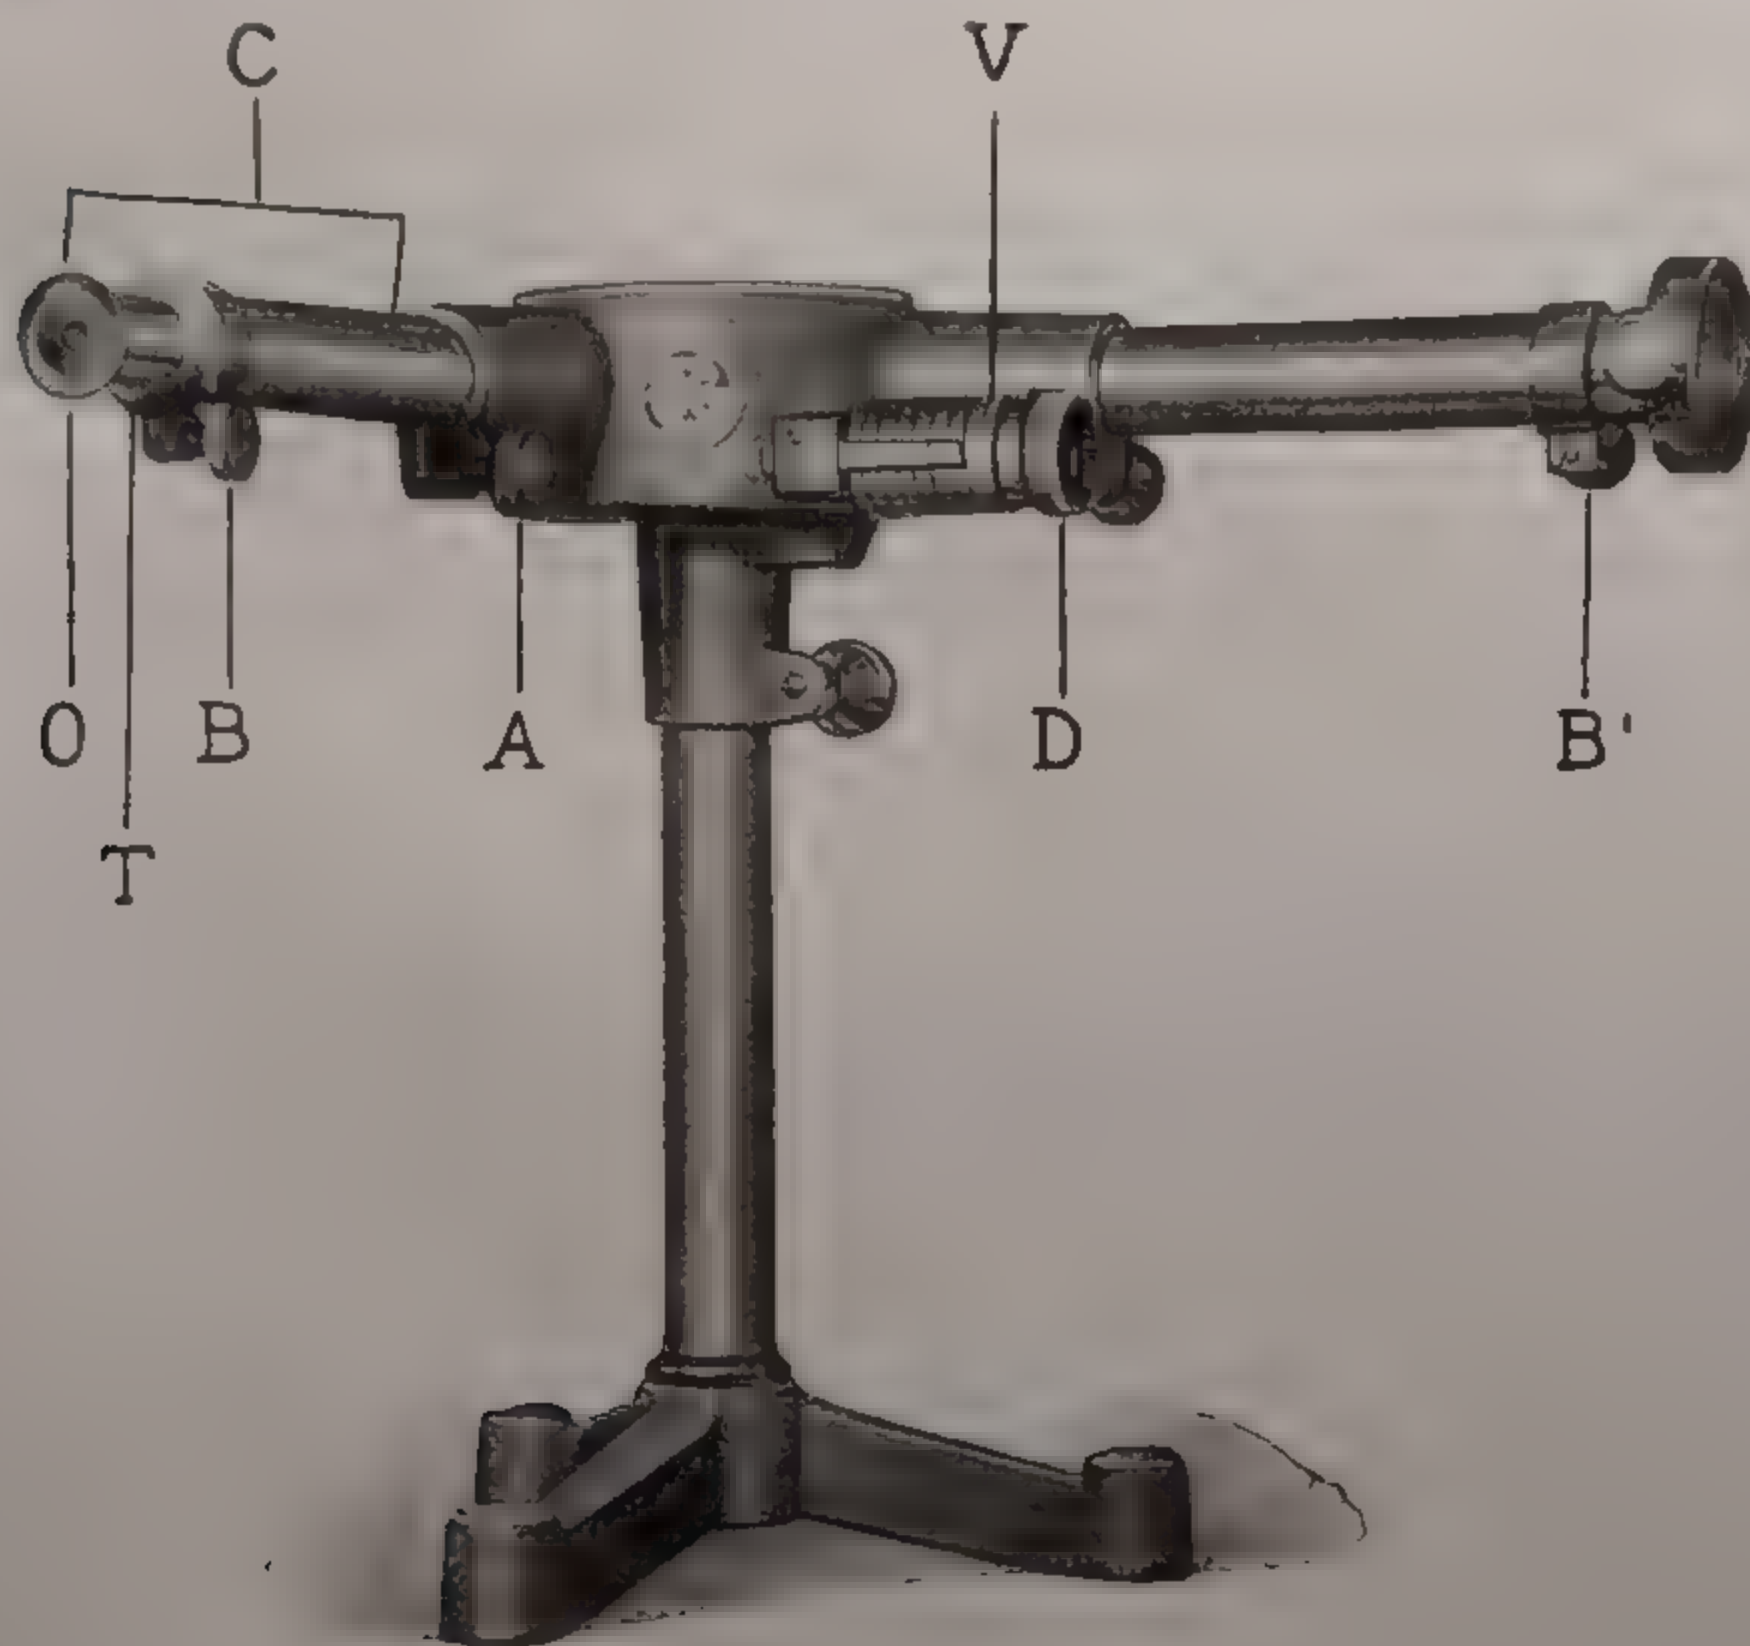

Fig. 153. — UNO SPETTROSCOPIO.
**128. Spettroscopia. Spettri invisibili.** — Lo studio delle luci emesse dai diversi corpi luminosi si fa agevolmente mediante uno strumento detto *spettroscopio* (fig. 153): esso è formato in sostanza di un prisma, e di un cannocchiale, che ingrandisce lo spettro. L'osservazione di questi spettri prova che le so-